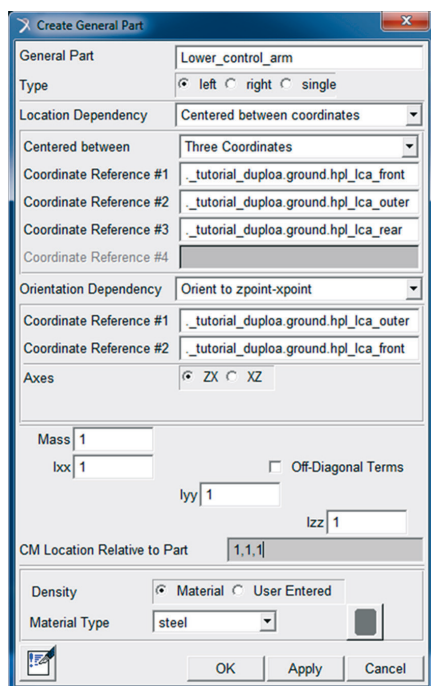

Figura 5.17 – Definição dos parâmetros de construção do General Part “Lower Control Arm”.
- Preencha a janela que se obtém ao acionar a opção, conforme mostrado na Figura 5.17.
Os dados relativos à geometria desse *General Part*, como massa, e momentos de inércia, inclusive o centro de massa, foram definidos, a priori, por um valor aleatório (como pode ser observado na Figura 5.17). Após inclusão da geometria (próxima etapa), esses dados serão recalculados. Caso o usuário já possua os valores corretos, estes podem ser inseridos sem a necessidade de recalculá-los posteriormente.